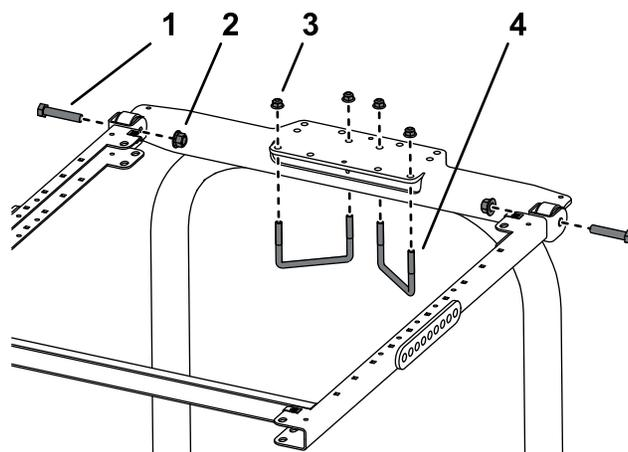

図 43
1. ROPS 取り付けブラケットを、スプレーヤの ROPS の上部にセットする 図 43。
2. ROPS 取り付けブラケットにフレームアセンブリを取り付ける 図 43。
3. 図 43 に示されている取り付け穴を利用して、ROPS 取り付けブラケットを ROPS 上部に取り付ける Uボルト 4 7/8 x 2 3/4" 2 本とフランジナット 4 個を使用する。